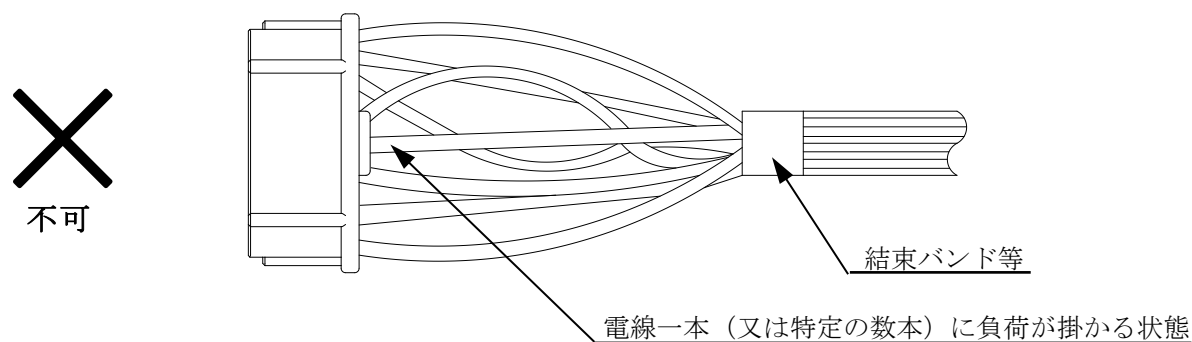

図 7-2 不適切なハーネス結束状態
- ② ハーネス品で、電線一本(又は特定の数本)に力が加わらない様にして下さい。(図 7-2)